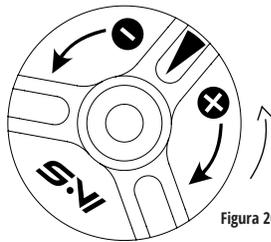

Figura 20
4. Caso não tenha atingido o comportamento esperado, gire novamente o regulador no sentido horário para deixar o sistema mais firme ou no sentido anti-horário (Figura 20) para deixar o sistema mais sensível em relação ao amortecimento de impactos;